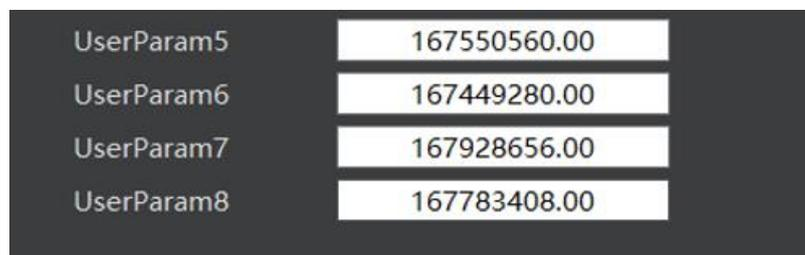

图 7.16 复位后编码器的值
6. 在“Debug”页签检查编码器是否复位成功，可检查编码器数据“UserParam5”至“UserParam8”是否在“163790000”至“196548000”范围内，如图 7.16所示。如果是，则说明复位成功。